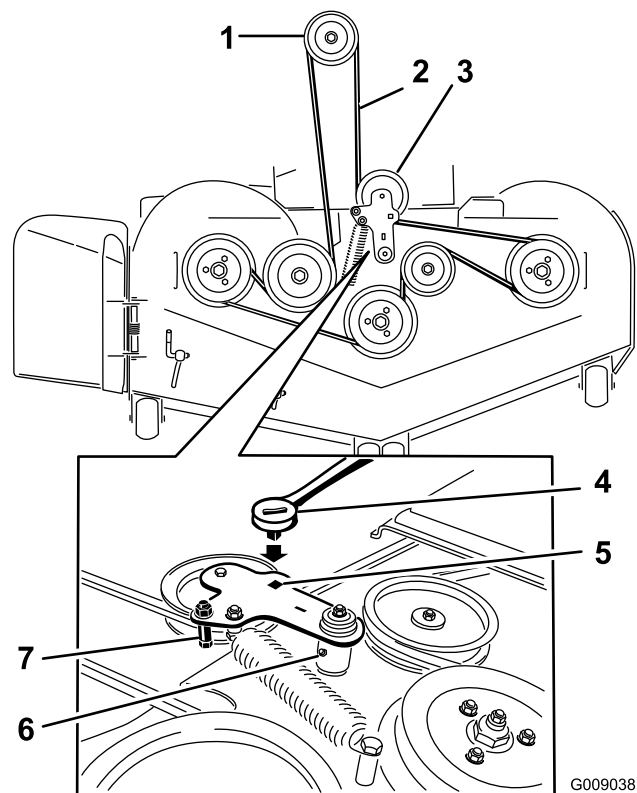

Figura 78
6. Utilice una llave de carraca en el orificio cuadrado del brazo tensor para aliviar la tensión del muelle tensor (Figura 78).
8. Instale la guía de la correa en el brazo tensor tensado con muelle (Figura 78).
10. Pase la correa nueva alrededor de las poleas del cortacésped y de la polea del embrague, debajo del motor (Figura 78).
11. Instale la guía de la correa en el brazo tensor (Figura 78).
12. Utilizando la llave de carraca en el orificio cuadrado, instale el muelle tensor (Figura 78).